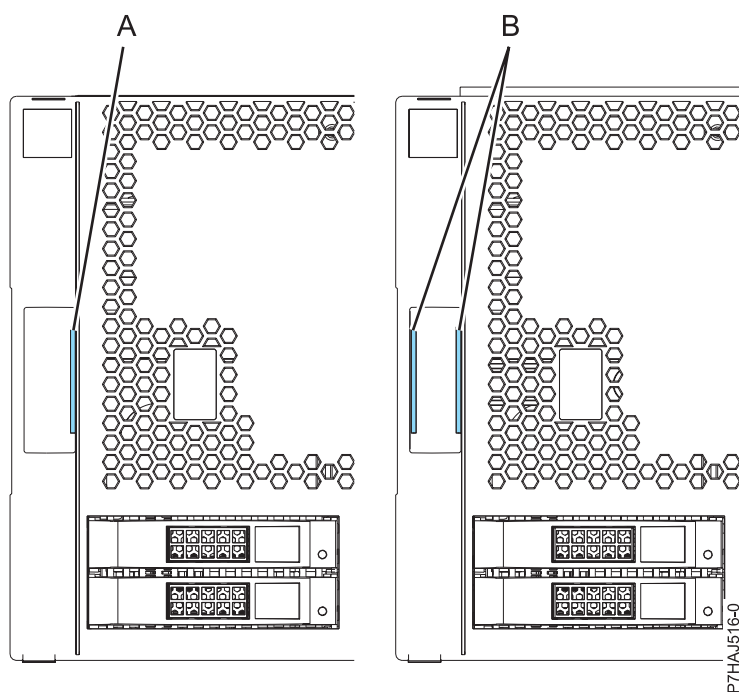

Figure 9. Identification des anciens et des nouveaux capots
Remarque : Les anciens capots (expédiés avant le 1er mars 2011) sont reconnaissables à la bande bleue unique (A) située sur les taquets du capot. Les nouveaux capots possèdent deux bandes bleues (B). Voir figure 9, à la page 30.